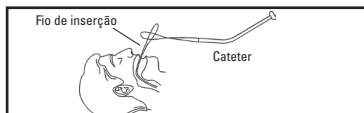

Figura 3
- Passe o fio de inserção através do anel do fio com o dispositivo One Step Button (Figura 3).